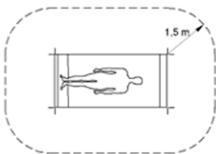

Fig. 5
Wall Charger CW1 (1) er beregnet til installation og brug i medicinske områder uden for patient-omgivelserne (mindst 1,5 meter fra patienten eller patientsupporten iht. IEC 60601-1, se fig. 5).